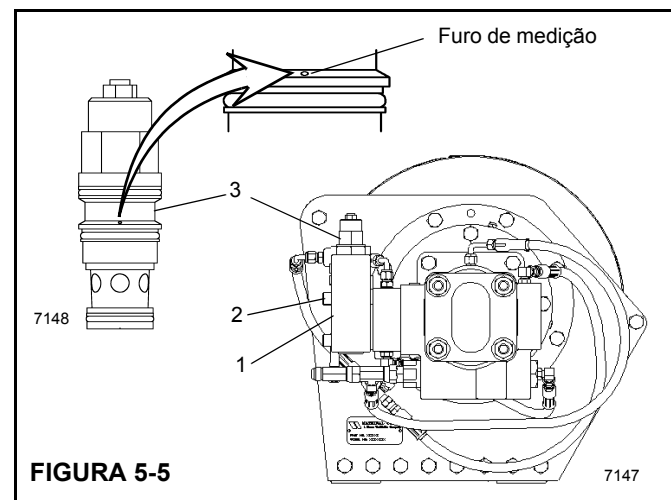

FIGURA 5-5
1. Remova a mangueira e o bloco de compensação (42) do conjunto do motor.
2. Para remover o bloco de compensação (42), solte e remova os 4 parafusos (55).
3. Remova a válvula de compensação (58) do bloco de compensação e inspecione o furo de dosagem pequeno, localizado na lateral da válvula de cartucho, para verificar se ele não está obstruído (Figura 5-5). Além disso, inspecione os O-rings para verificar se eles não estão cortados nem achatados.